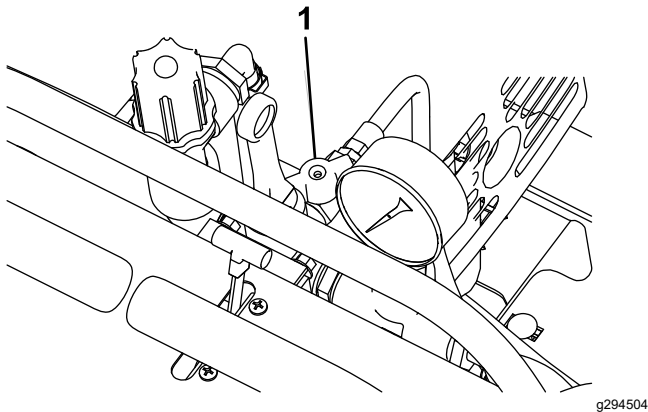

Bild 23
3. Drehen Sie das Spritzpistolenventil in die Stellung EIN (Bild 23).